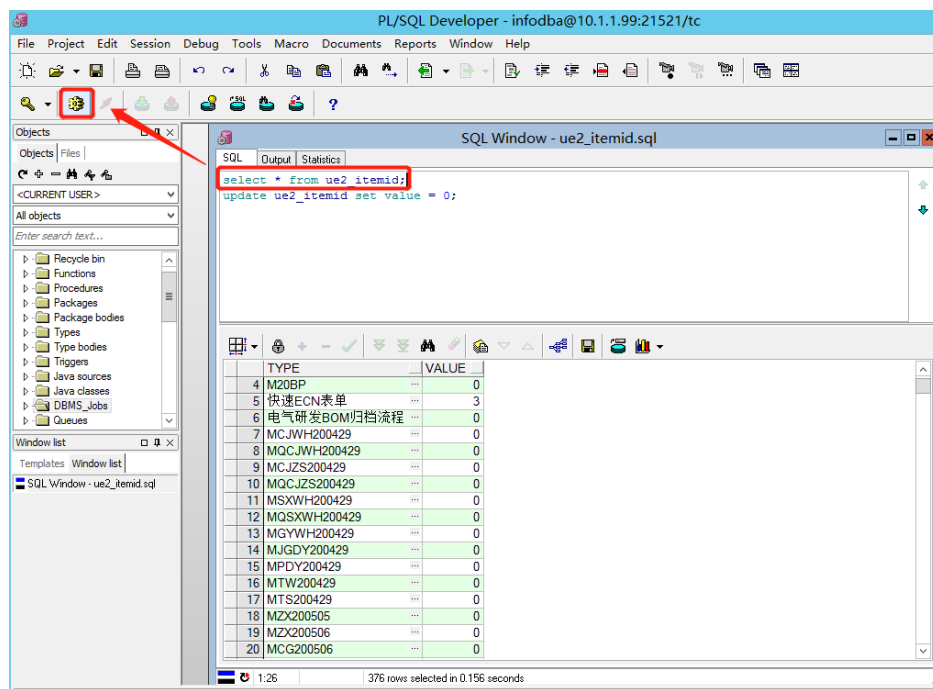

图 2
2. 登录后输入命令 `select * from “表名”;` 并选择该命令, 点击 `execute` 执行命令 (如图 2)。